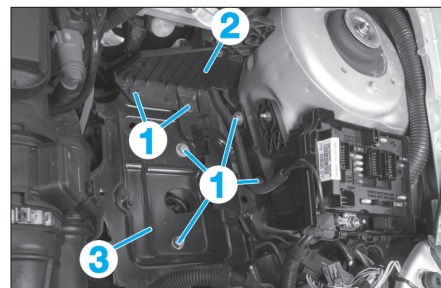

Fig. 4
- les vis de fixation (1) (Fig.4) du support batterie,
- le support batterie (2) et (3).